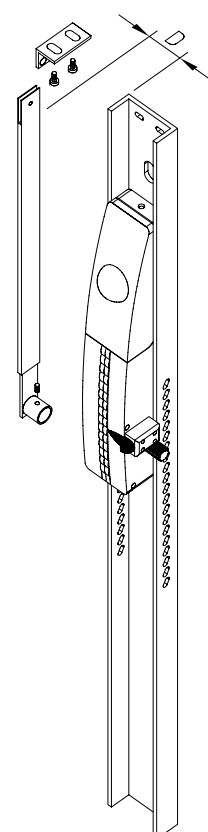

fig. 16
- I** (D-MAX=43 mm per Art. 150 BDL e Art. 150 BCL; D-MAX=68mm per Art. 150BDL1 e Art. 150BCL1) (fig. 16).
- D** (D-MAX=43 mm für Art. 150 BDL und Art. 150 BCL; D-MAX=68 mm für Art. 150 BDL1 und Art. 150 BCL1) (Abb. 16).
- GB** (D-MAX=43 mm for Art. 150 BDL and Art. 150 BCL; D-MAX=68 mm for Art. 150 BDL1 and Art. 150 BCL1) (fig. 16).
- F** (D-MAX=43 mm pour art. 150 BDL et Art. 150 BCL; D-MAX=68 mm pour art. 150 BDL1 et Art. 150BCL1) (fig. 16).
- E** (D-MAX=43 mm para Art. 150 BDL y Art. 150 BCL; D-MAX=68 mm para Art. 150BDL1 y Art. 150BCL1) (fig. 16).